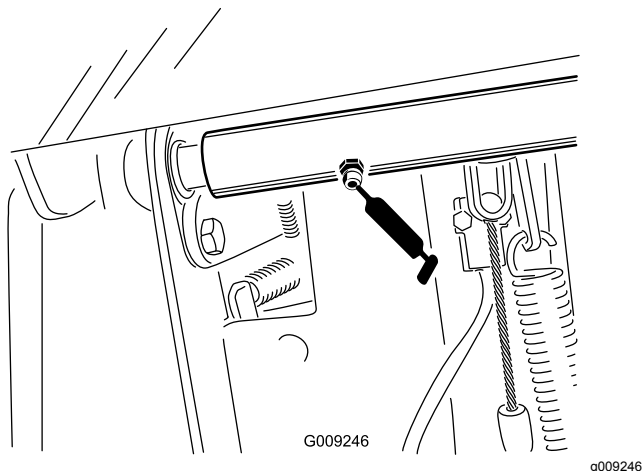

Figure 62
- 2 roulements d'axe de pivot de la pédale de frein (Figure 62)